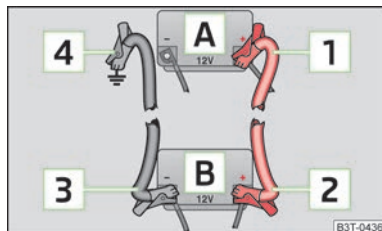

Bild 116
- Fäst ena änden **[1]** » **bild 116** till pluspolen på det urladdade batteriet **[A]**.
- Fäst ena änden **[3]** » **bild 116** på minuspolen på det strömgivande batteriet **[B]**.